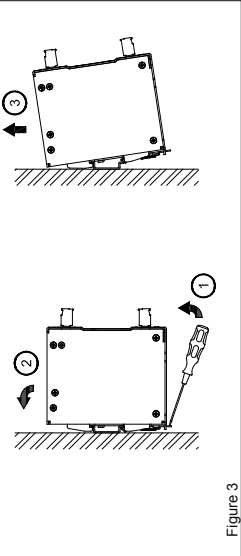

Figure 3
- 4. Demontage (Abb. 3)**
Ziehen Sie zur Demontage den Einrasthebel mit einem Schraubendreher nach unten, wie in Abb. 3 dargestellt. Kippen Sie das Netzteil in die entgegengesetzte Richtung nach oben, kippen Sie den Einrasthebel aus und nehmen Sie das Netzteil nach oben von der DIN-Schiene ab.